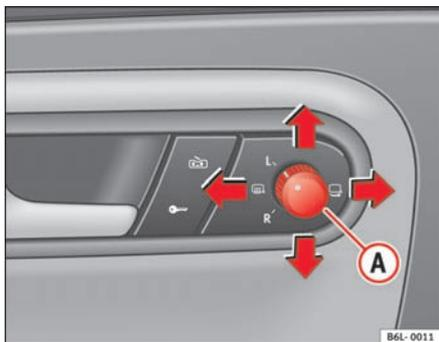

Fig. 70 Mando de los retrovisores exteriores
1. En primer lugar, gire el mando ⇒ fig. 70 hasta la posición **L (retrovisor izquierdo)**.
- Gire el mando hacia la posición de desempañado ☞ ⇒ fig. 70
- Gire el mando ⇒ fig. 70 hasta la posición ☞ para plegar los retrovisores exteriores. Para evitar daños en el vehículo, debería plegar los retrovisores exteriores siempre que utilice un túnel de lavado automático.